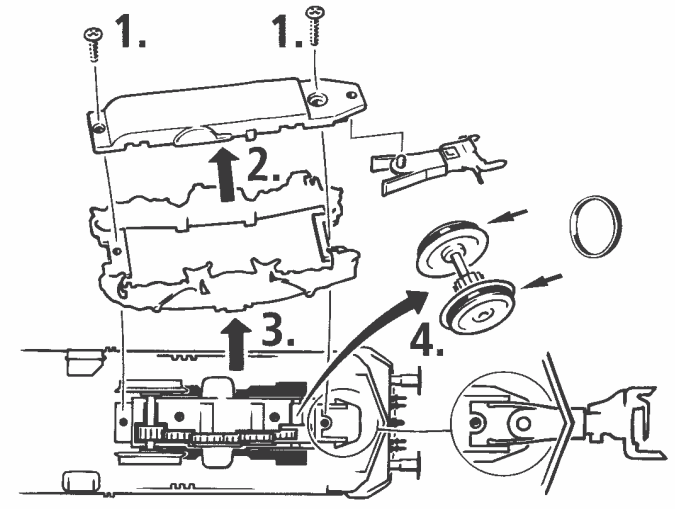

Fig. 7
**4. Motorwechsel:** Lokgehäuse abnehmen (Fig. 3). Danach wird der Motor ausgebaut und ausgetauscht (Fig. 7).
**4. Motor Changing:** First remove loco body (fig. 3), and then the motor (fig. 7).